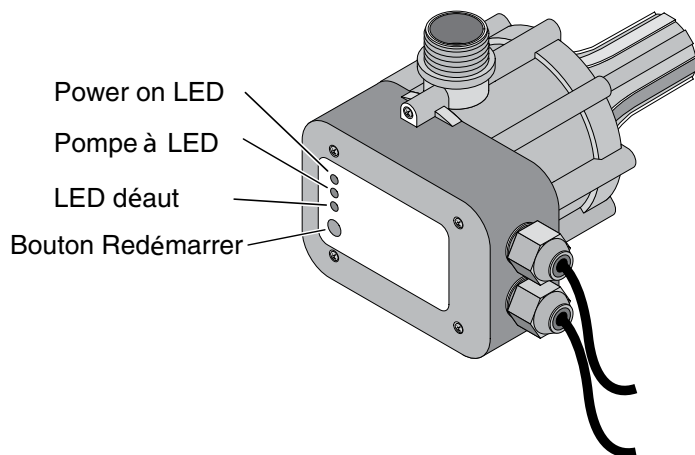

Figure 4 – Panneau de commande
8. Installer les coudes dans la conduite principale d'arrivée d'eau en les orientant vers la pompe (voir Figure 4, page 6).
(Voir Figure 4, page 7)